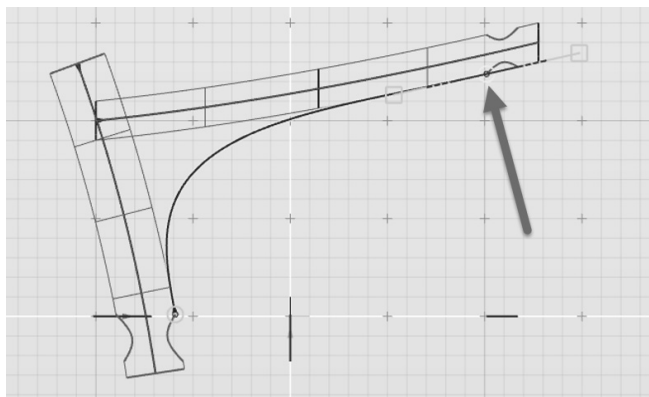

图 5-123 绘制融合曲线第 2 个控制点
5) 以扫略曲面的修剪边上一点作为第 2 个曲线融合点, 按空格键确认, 如图 5-123 所示。